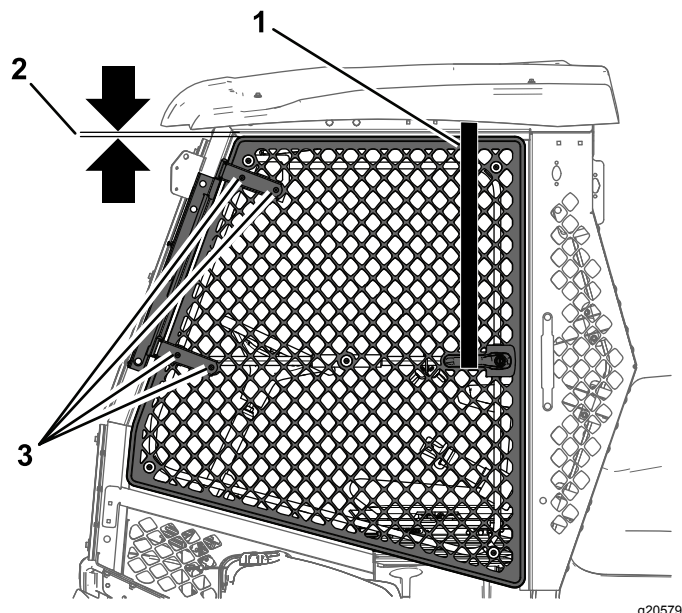

Figura 12
2. Coloque un extremo de una correa con carraca sobre el raíl superior del bastidor y el otro extremo en el tirador de la puerta (Figura 12).
4. Afloje los 4 pernos y las 4 tuercas de la bisagra de la puerta (Figura 12).